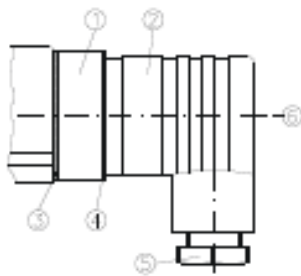

Abb. 5
- Lösen Sie die Zentralschraube ⑥ M3x35 und ziehen Sie die Leitungsdose ② vom Gerätestecker ① (→ Abb. 5). Entfernen Sie die Zentralschraube ⑥ aus der Leitungsdose ②.